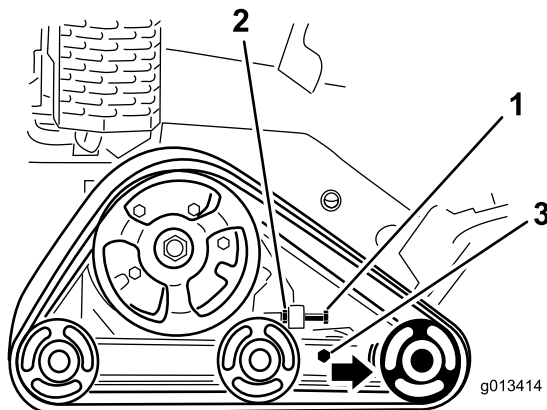

Bild 45
3. Lösen Sie die Klemmmutter an der Spannschraube der Kette und die Klemmschrauben am Spannarm (Bild 45).
4. Ziehen Sie die Spannschraube mit 32,5 bis 40,7 Nm fest, um die Kette zu spannen (Bild 45).
4. Lösen Sie die Spannschraube und Klemmmutter (Bild 45).
5. Lösen Sie die Klemmschrauben (Bild 45).